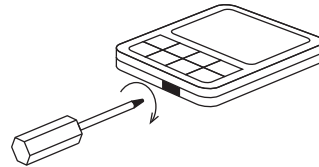

Рисунок 1
2. Как показано внизу на рис. 1, используйте отвертку с плоской головкой, чтобы слегка поддеть нижний паз проводного контроллера (слишком большое усилие может повредить печатную плату), подденьте с вращением, чтобы открыть заднюю крышку.